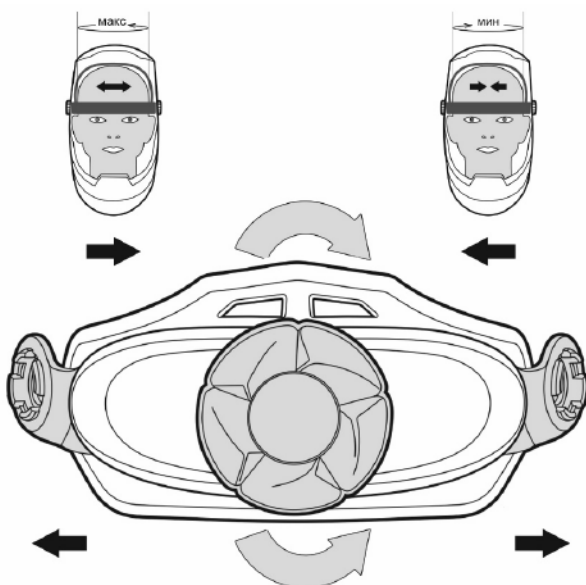

Рис. 8.2.1. Горизонтальная регулировка.
**Горизонтальная регулировка по обхвату головы** (См. рис. 8.2.1): нажмите на регулятор и поворачивайте рукоять по часовой стрелке, чтобы уменьшить размер наголовника, и против часовой стрелки, чтобы увеличить.